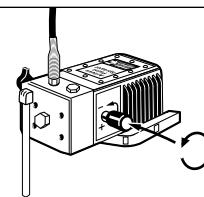

Figura 2 - Instrucciones para girar el Control de presión
1. Gire el control de presión totalmente en sentido contrario a las agujas del reloj hasta alcanzar la posición "Low Pressure/Hydraulic Bleeding" (Vea la Figura 2).